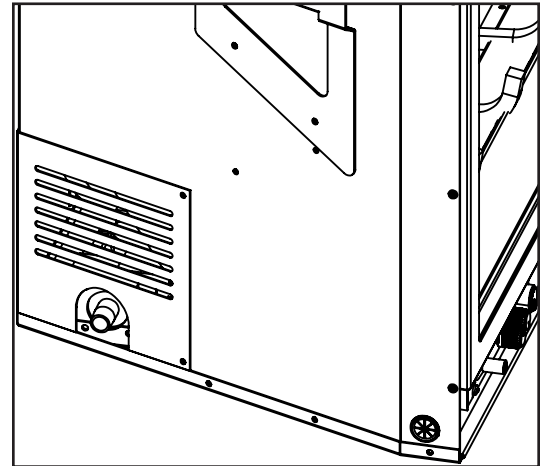

Figure 25: Tétine de tuyau mâle $\frac{3}{8}$ " NPT avec couvercle attaché.
- Une tétine de tuyau mâle $\frac{3}{8}$ " NPT (fourni avec l'appareil) devra être mis dans la valve à l'arrière côté inférieur gauche de ce foyer (voir les figures 25 et 26). Consultez les autorités locales pour les codes locaux ou utilisez le Code d'installation CAN / CGA B149 (1 ou 2) au Canada. Pour les installations de gaz aux États-Unis, suivez les codes locaux ou de l'édition actuelle du Code du Carburant au Gaz ANSI Z223.1.